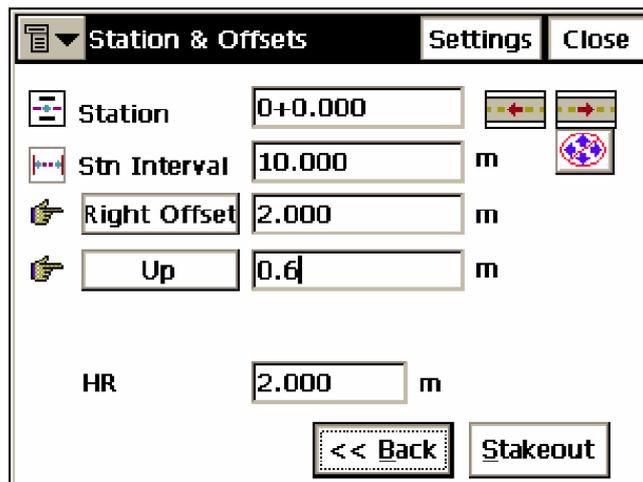

Рисунок 7-29. Пикеты и смещение
2. В окне **Stakeout Road (Вынос в натуру трассы)** введите трассу, которую необходимо вынести в натуру, и начальную станцию, высоту антенны и способ ее измерения (при работе с GPS+ приемником) или высоту вешки (цели) (при работе с тахеометром). Если Вы выносите в натуру точки перехода (точки, в которых изменяются горизонтальные элементы трассы), пометьте соответствующее поле (рис. 7-29). Нажмите **Next (Далее)**.